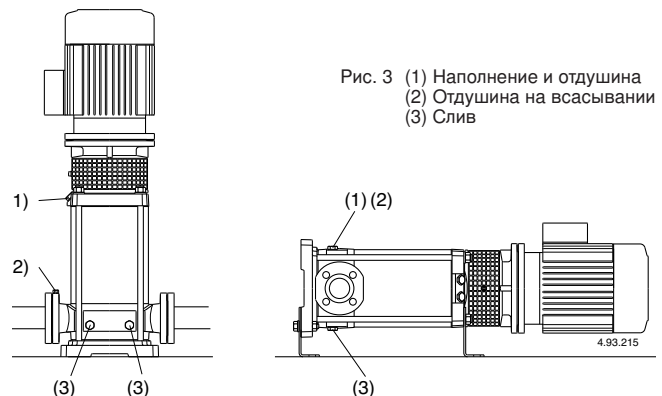

Рис. 3 (1) Наполнение и отдушина
При положении насоса **выше уровня перекачиваемой жидкости** (работа в режиме всасывания, рис. 2А) или при недостаточной высоте напора (менее 1 м) для открытия обратного клапана наполните всасывающую трубу и насос через соответствующее отверстие (1) (рис. 3).
При работе **под гидравлическим напором** (рис. 2В) наполняйте насос, медленно открывая задвижку на всасывающей трубе до полного раскрытия; при этом, задвижка в подающей трубе и отдушины (1) и (2) должны быть полностью открыты (рис. 3), чтобы выпустить воздух.
**Во время наполнения держите открытыми отдушины (1) и (2) только в том случае, если поступающая жидкость, по своей природе, учитывая ее температуру и давление, не опасна.**
Закройте отдушины (1) и (2) (рис. 3).
Если заливка прерывается (непостоянный поток на подаче при открытых задвижках) или если давление на манометре колеблется, провести повторный выпуск воздуха на всасывании (2), проверить герметичность всех соединений всасывающей трубы и крепко затянуть выпускную заглушку (2) и сливные заглушки (3) со стороны всасывания (рис. 3).
По возможности, как в случае временной работы с грязными жидкостями, прокачайте через насос немного чистой воды для удаления осадков. Либо, после слива воды, промойте насос, заливая не менее 40 л чистой воды в заливочное отверстие (1) со стороны подачи и дав ей выйти через сливное отверстие (3) со стороны всасывания (рис. 3).
**При продолжительных простоях, когда существует опасность замораживания, необходимо слить из насоса всю жидкость.** Снять обе заглушки (14.12.) - поз. 3, рис. 3.
Перед разборкой насоса закройте задвижки на всасывании и подаче и слейте жидкость из корпуса насоса (рис. 3).